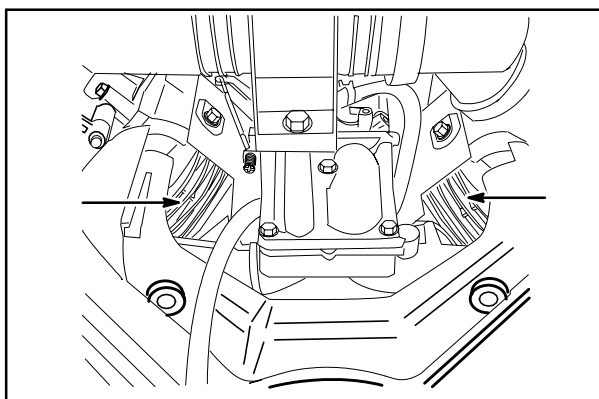

Fig. 27
3. Aplique o ar comprimido do lado do PTO para limpar as aletas de arrefecimento (3), Fig. 27, ao redor de cada cilindro e no sistema de arrefecimento.